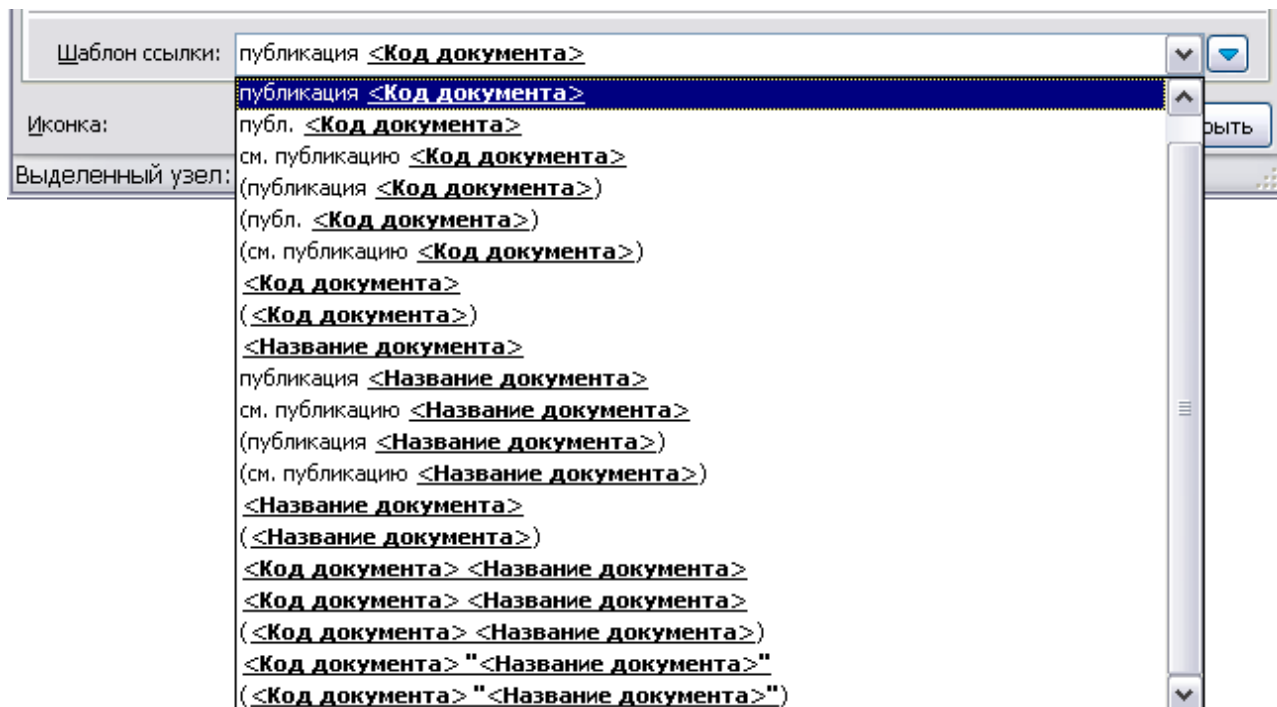

Рис. 5.234
5. В поле ввода **Шаблон ссылки:** из выпадающего списка выберите тип надписи для ссылки (Рис. 5.234).